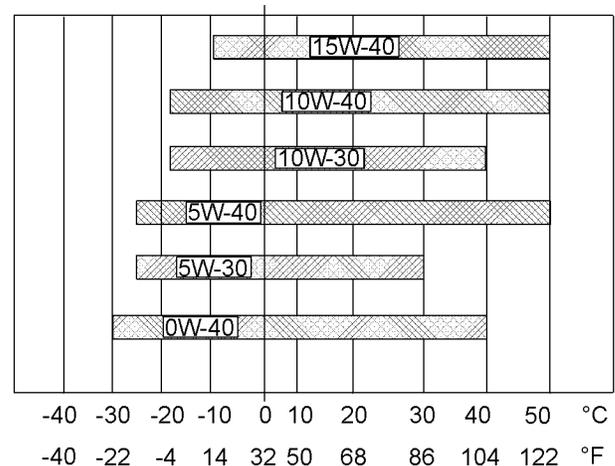

Abbildung 35
Zur Bestimmung der notwendigen Ölviskosität zum Starten eines kalten Motors siehe Abbildung 35 (minimale Temperatur).
Zur Bestimmung der notwendigen Ölviskosität für den Motorbetrieb bei der höchsten zu erwartenden Umgebungstemperatur siehe Abbildung 35 (maximale Temperatur).
- Siehe die geeigneten "Schmierstoffviskositäten". Siehe die entsprechende Abbildung 35, um den richtigen Viskositätsgrad für den Motor zu bestimmen.